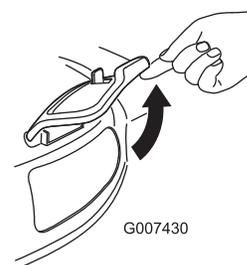

Bild 35
2. Öffnen Sie die Seitenauswurfklappe (Bild 35).